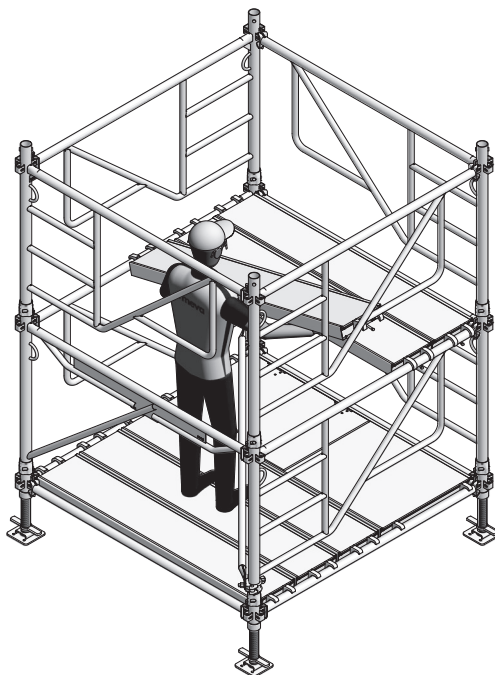

Fig. 11.1
12. Poser les plateaux 170/30 du niveau 1 (Fig.11.1).